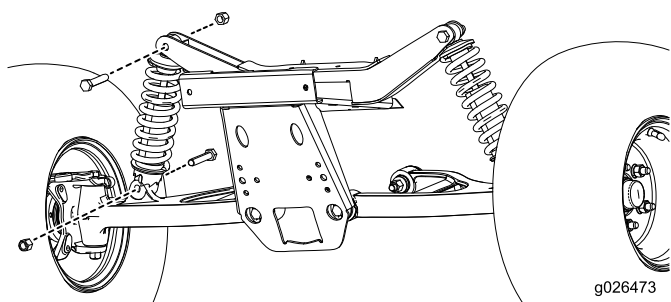

Рисунок 2
- Снимите имеющиеся узлы амортизаторов, как показано на Рисунок 2.